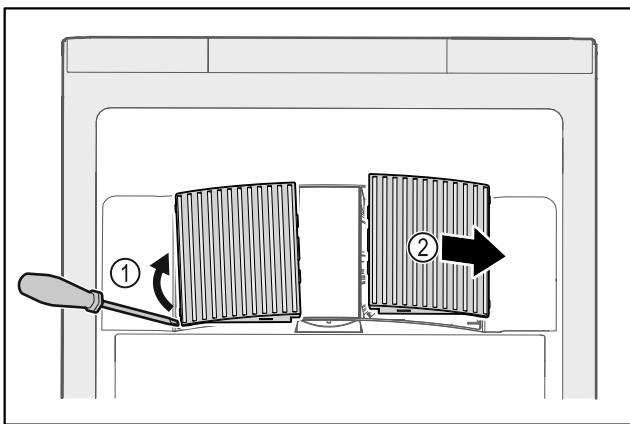

Fig. 161
- ▶ Αναμοχλεύστε προσεκτικά από το πλάι τα καλύμματα του ανεμιστήρα Fig. 161 (1) και αφαιρέστε τα προς τα εμπρός Fig. 161 (2).